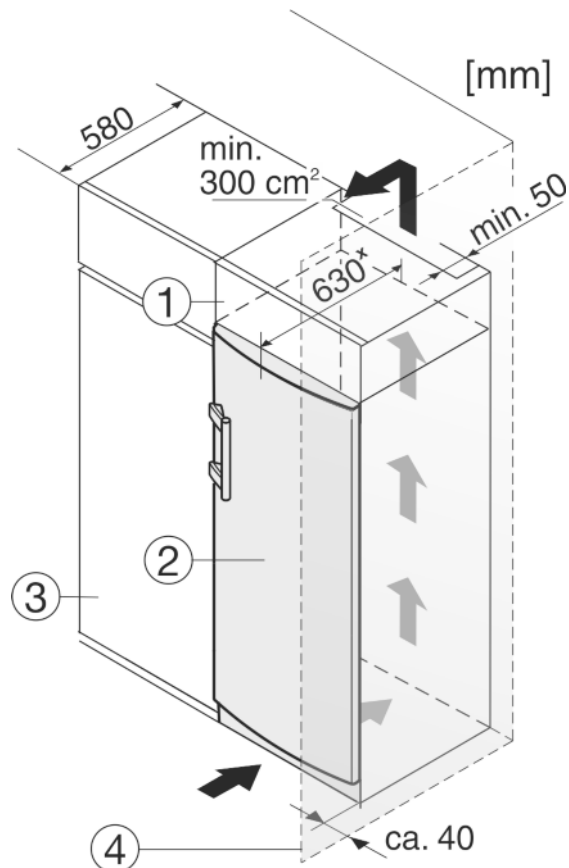

Fig. 10
Het apparaat kan in keukenkasten worden ingebouwd. Om het apparaat Fig. 10 (2) aan de hoogte van het keukenblok aan te passen, kan boven het apparaat een opzetkast Fig. 10 (1) worden aangebracht.
Bij een ombouw met keukenkasten (diepte max. 580 mm) kan het apparaat direct naast de keukenkast *Fig. 10 (3)* worden geplaatst. Het apparaat staat aan de zijkant 34 mm \* en in het midden van het apparaat 50 mm \* tegenover de voorkant van de keukenkast.
Wanneer het apparaat met de scharnieren naast een wand *Fig. 10 (4)* wordt geplaatst, moet de afstand tussen het apparaat en de wand minimaal 40 mm bedragen. Dit komt overeen met de uitsteekmaat van de handgreep bij geopende deur.